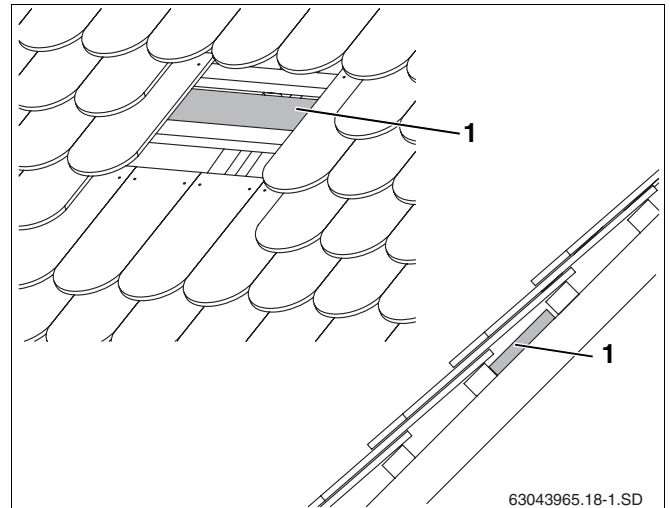

Fig. 16 Se necessário, montar tábuas/pranchas
De acordo com as posições do gancho para telhado (tab. 5 e tab. 6, página 14) devem, se necessário, ser colocadas no caibro (rebaixar com contra-ripas) suficientes tábuas/pranchas resistentes (fig. 16, **item 1**) para montar o gancho para telhado entre os caibros.